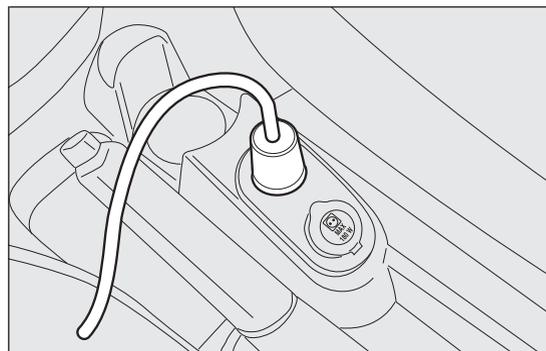
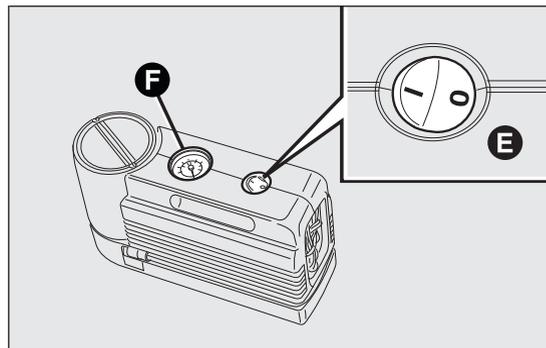

fig. 137
fig. 138
- ❑ assicurarsi che l'interruttore E fig. 138 del compressore sia in posizione 0 (spento), avviare il motore, inserire la spina D fig. 137 nella presa accendisigari e azionare il compressore portando l'interruttore E fig. 138 in posizione I (acceso). Gonfiare il pneumatico alla pressione prescritta nel paragrafo "Pressioni di gonfiaggio a freddo" del
capitolo "Dati tecnici". Per ottenere una lettura più precisa, si consiglia di verificare il valore della pressione sul manometro F fig. 138 con il compressore spento;